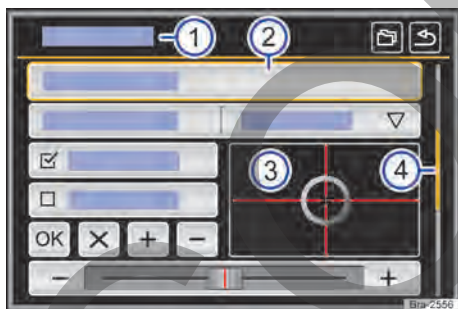

Fig. 98 Representación esquemática: cuadro general de los posibles botones de función en el display.
El equipo está equipado con touchscreen (pantalla táctil) → fig. 98 ③.
Los botones de función inician funciones o abren otros submenús. En submenús se indica, en la línea del título, el menú actualmente seleccionado → fig. 98 ①.